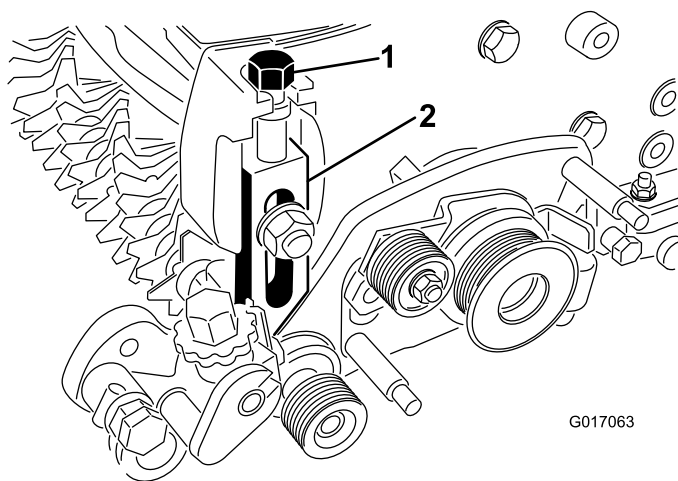

Figura 10
21. Avvitare la vite di regolazione dell'altezza di taglio nella parte superiore del gruppo del braccio regolatore sinistro (Figura 10).
22. Installate il gruppo braccio regolatore sinistro sul piatto laterale dell'apparato di taglio utilizzando il bullone della lama, il dado e la nuova rondella in dotazione. Assicuratevi che l'estremità dell'asta del gruppo del braccio dell'altezza di taglio si inserisca nella boccia nel foro del gruppo di rotazione del groomer (Figura 10).
25. Avvitare la vite di regolazione dell'altezza di taglio nella parte superiore del gruppo del braccio regolatore destro (Figura 10).
27. Installate il gruppo braccio regolatore destro sul piatto laterale dell'apparato di taglio utilizzando il bullone della lama, il dado e la nuova rondella in dotazione (Figura 10).